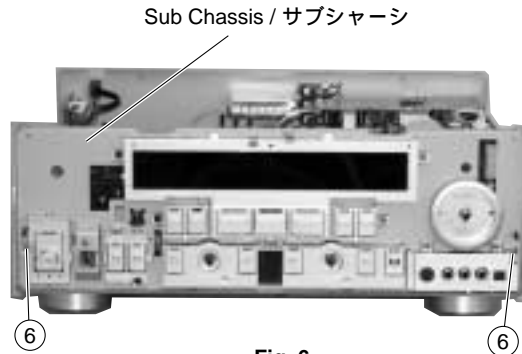

Fig. 6
- d. Remove 2 screws ( ⑥ ) and then remove the Sub Chassis. (Fig. 6)
- d. ⑥のネジ2本を外し、サブシャーシを取り外します。( Fig. 6 )